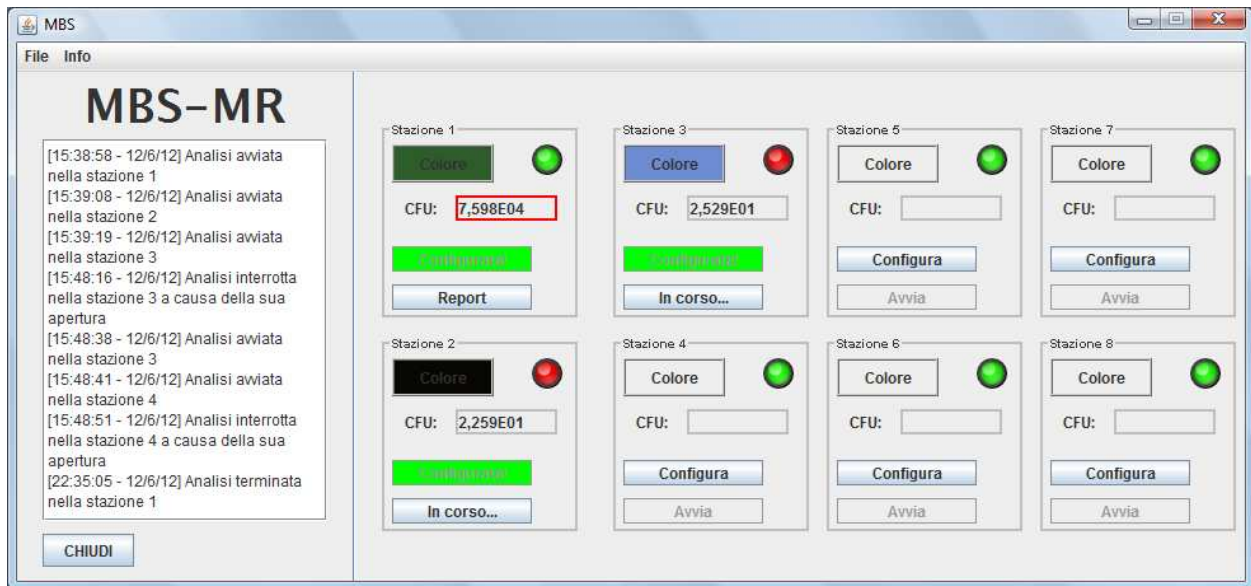
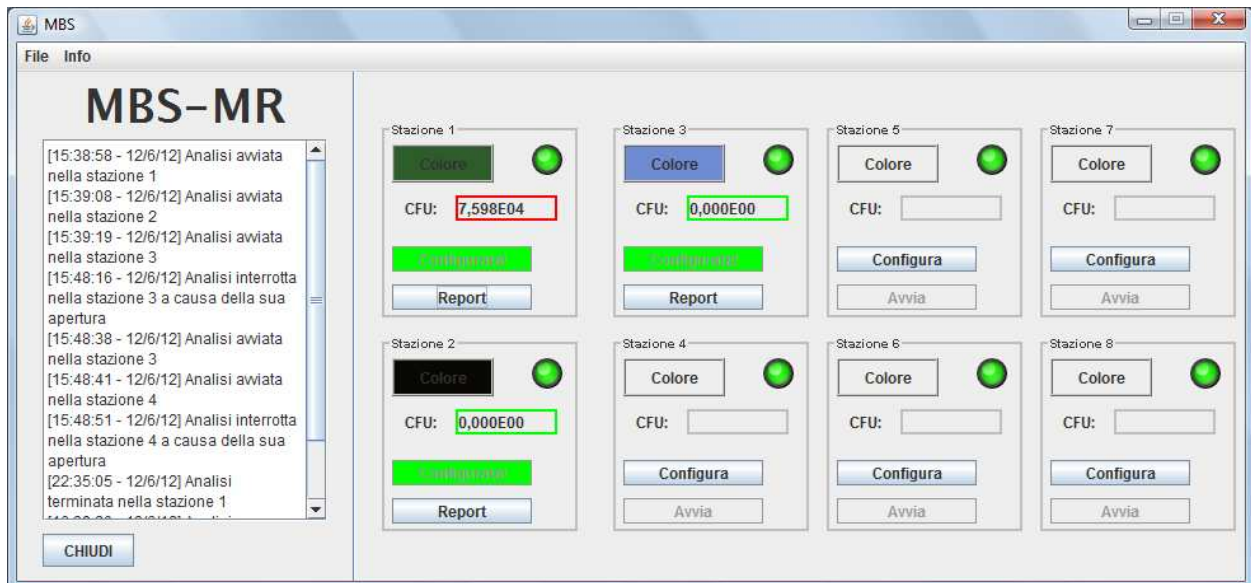

Fig. 21. MBS-MR – Esito positivo della stazione numero 1. Microrganismo presente, contaminazione pari a 7,598E04 CFU
Fig. 22. MBS-MR – Esito negativo delle stazioni numero 2 e 3. Microrganismo ricercato non presente, valore finale pari a 0,000E00 CFU
- **positivo** (presenza di microrganismi e quindi valore della contaminazione). In questo caso il valore di contaminazione relativo a una determinata postazione è fisso e bordato di rosso (fig. 21);
- **negativo** (assenza di microrganismi e quindi valore della contaminazione pari a zero). In questo caso il valore di contaminazione relativo a una determinata postazione è fisso, pari a "0,000E00" e bordato di verde (fig. 22);
- In entrambi i casi il semaforo della stazione torna ad essere verde e il pulsante "In corso..." cambia in "Report" (fig. 21 e fig. 22).